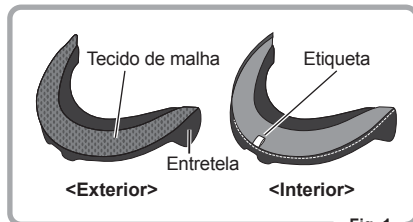

Fig. 1
1. Consultar a (Fig. 1) para distinguir entre o exterior e o interior.